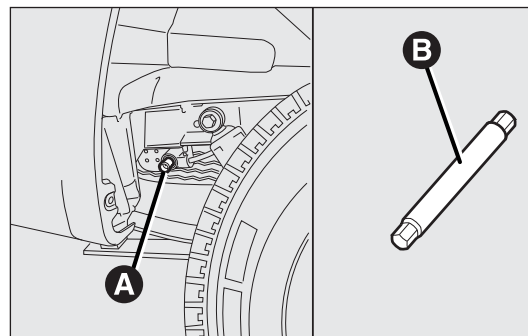
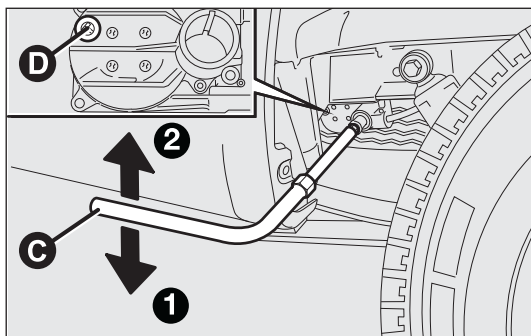

fig. 167
fig. 168
- ruotare la chiave C-fig. 168 in senso antiorario I per permettere la discesa della ruota di scorta;
- per tutte le versioni, accedendo dal passaruota posteriore destro del veicolo, azionare la vite di manovra A-fig. 167 del dispositivo di trattenimento della ruota di scorta, utilizzando la chiave in dotazione munita dell'apposita prolunga B;
- inserire la chiave in dotazione C-fig. 168 munita dell'apposita prolunga B-fig. 167 sulla vite A-fig. 167 del dispositivo di manovra dell'alloggiamento ruota di scorta e ruotarla in senso orario 2 per permettere la risalita della ruota di scorta, fino al completo appoggio alla sede sottopianale verificando che nella finestra presente sul dispositivo sia comparsa la tacca di avvenuto aggancio D-fig. 168.